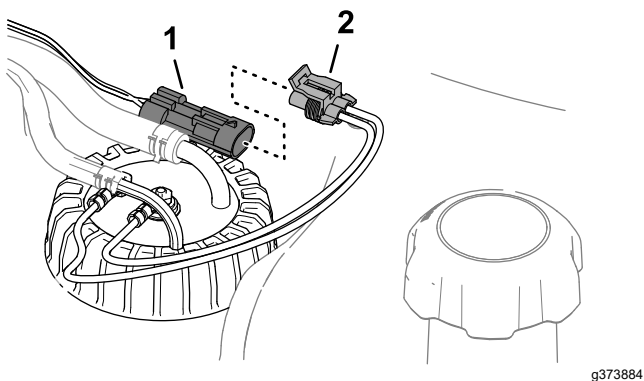

Figura 92
3. Retire el conector hembra de 2 vías del arnés del sensor de combustible del conector de 2 pines del arnés de cables de la máquina (Figura 92).